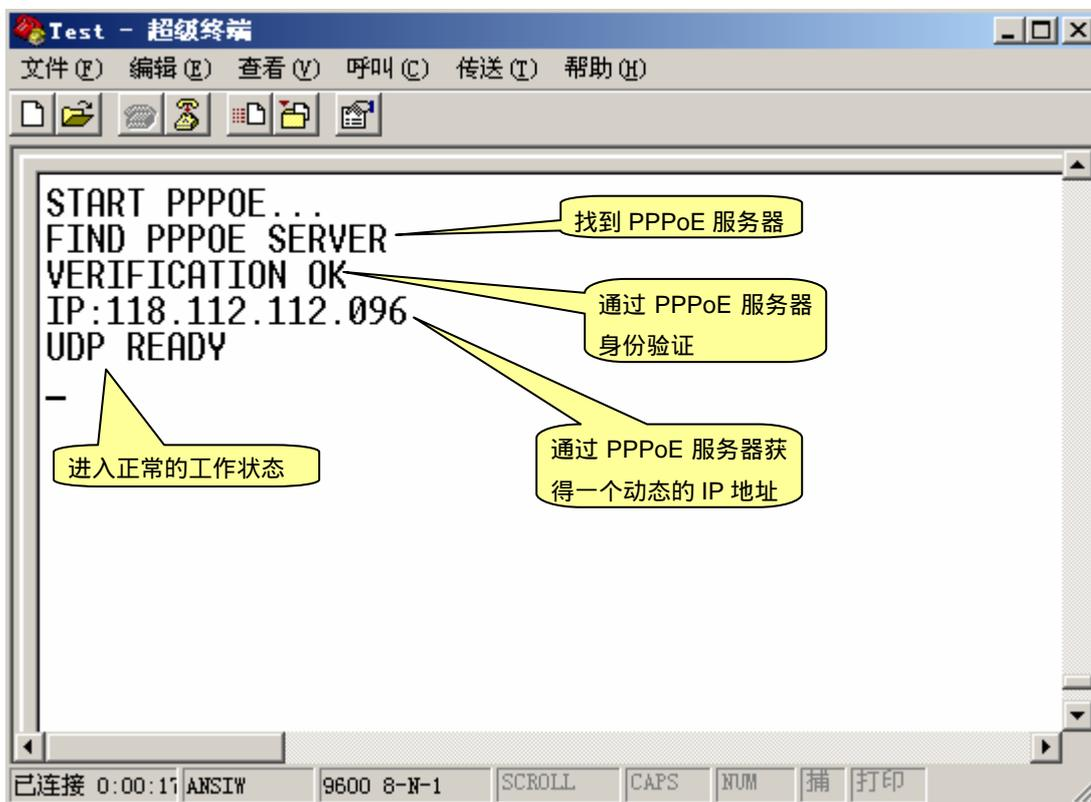
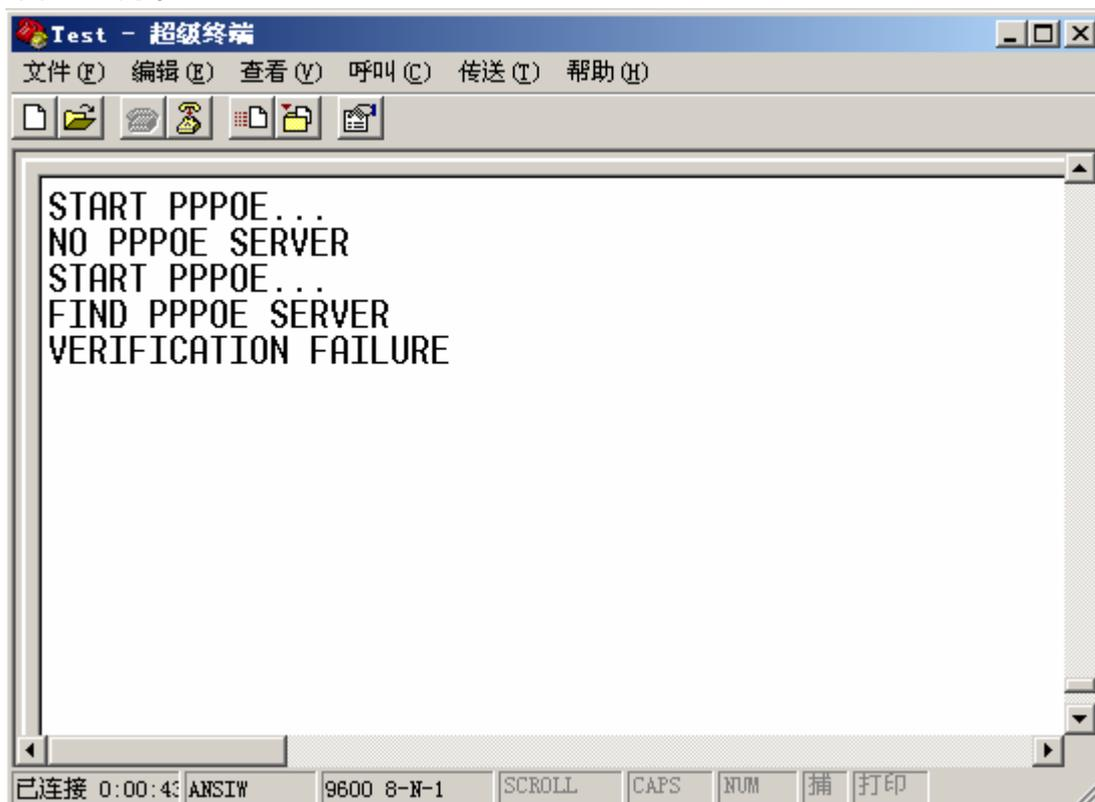

图 5.1 通过 PPPoE 服务器连接验证的信息
图 5.2 没有通过 PPPoE 服务器验证的信息
1. 首先 HS-ENG091/092 与 PPPoE 服务器连接，并通过 UART 传输连接信息（成功或不成功）。如图 5.1 和图 5.2 所示。
2. HS-ENG091/092 在 PPPoE 服务器进行身份认证，并通过 UART 传输认证状态信息(通过认证或没有通过认证)。如图 5.1 和图 5.2 所示。
3. 在 PPPoE 服务器获取 IP 地址，这是一个动态的 IP 地址。至此，以后的工作模式与局域网的工作模式相同。如图 5.1 所示。
如果 HS-ENG091/092 没有找到 PPPoE 服务器，或密码验证错误，都将不能正常工作。反馈信息如图 5.2 所示。